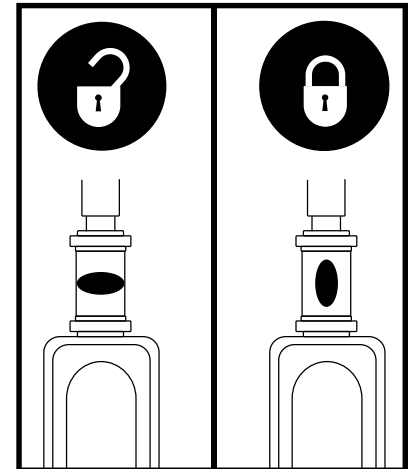

Abb. 32. Lenkersicherungshebel
2. Justieren Sie den Lenker in eine gerade Position, indem Sie den Lenkersicherungshebel eindrücken und gleichzeitig 90° im Uhrzeigersinn drehen. **Siehe Abb. 32.** Das Vorderrad muß nach vorne gerichtet sein, um den Lenker festzustellen.
6. Entsichern Sie das Vorderrad, indem Sie den Lenkersicherungshebel 90° gegen den Uhrzeigersinn drehen. **Siehe Abb. 32.**